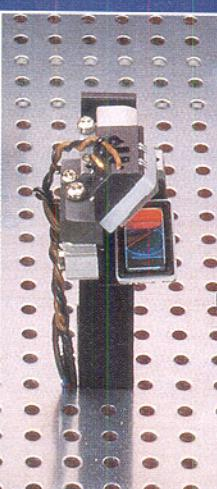
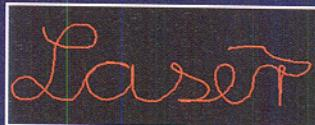

Bild 13:
Bild 14: Figuren erzeugt mit der X-Y-Ablenkeinheit
- Scanner-System (Bild 13, entspricht LA 90 ohne Gehäuse) zur Erzeugung nahezu beliebiger Figuren und Grafiken (Bild 14)